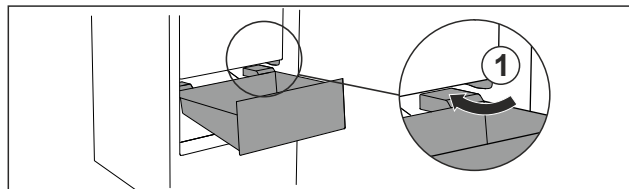

Fig. 69
- ▶ Zásuvku ved'te šikmo podél zářáček Fig. 69 (1).